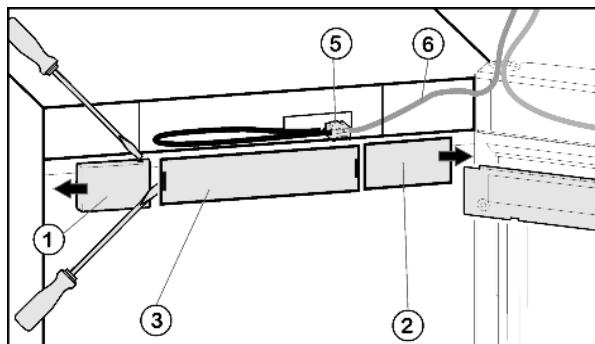

Fig. 4
- Снятие крышки со стороны ручки Fig. 4 (1): справа выведите из фиксатора при помощи плоской отвёртки и сдвиньте наружу.
- Снятие крышки со стороны шарнира Fig. 4 (2): слева выведите из фиксатора при помощи плоской отвёртки и сдвиньте наружу.
- Снимите переднюю накладку Fig. 4 (3) с помощью плоской отвертки.
- Снимите контакт и извлеките разъём Fig. 4 (5).
- Высвободите из направляющей серый кабель Fig. 4 (6).
- ▶ Снова установите разъем Fig. 4 (5).
- ▶ Снова установите крышку Fig. 4 (3).
- ▶ Установите крышку Fig. 4 (2) снаружи со стороны шарнира с поворотом на 180° и защелкните ее.